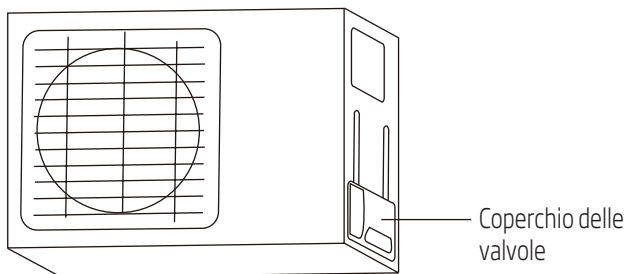

Fig. 3.9
1. Svitare il coperchio dalla valvola compatta sul lato dell'unità esterna. (Consultare la Fig. 3.9)